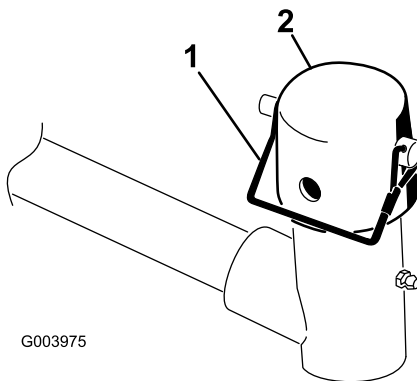

Bild 9
7. Nehmen Sie den Einraststift und die Kappe vom Gelenkjoch des Hubarms ab (Bild 9).
11. Befestigen Sie die Kappe und die Trägerrahmenwelle mit dem Einraststift am Hubarmjoch (Bild 9).